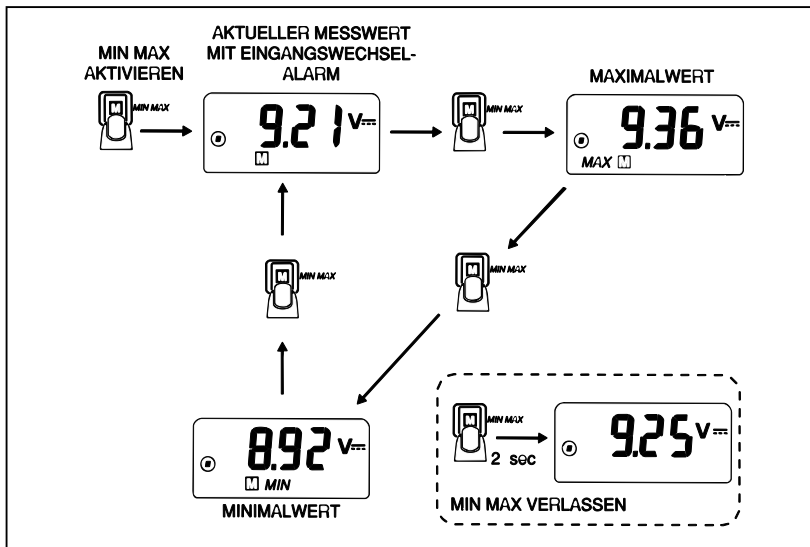

Abbildung 7. Anzeige von Minimal- und Maximalwert
4. Drücken Sie die []-Taste, um die maximalen, minimalen und gegenwärtigen (oder aktuellen) Meßergebnisse zu durchlaufen (siehe Abbildung 7). Halten Sie zum Verlassen der MIN MAX-Betriebsart und zum Löschen der gespeicherten Meßwerte die []-Taste 2 Sekunden gedrückt oder ändern Sie die Meßfunktion mit Hilfe des Schiebeschalters.